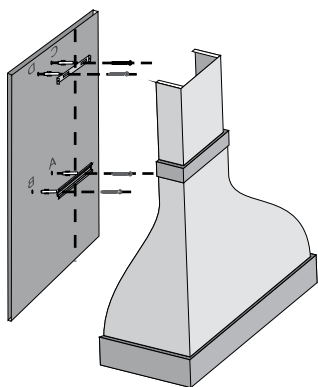
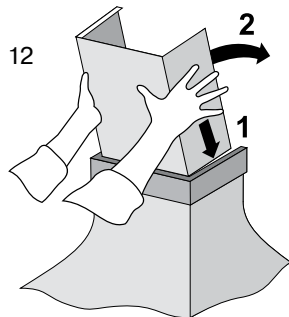

Рис. 12
Рис. 13
3. Ослабьте винты (**G**) с тыльной стороны вытяжки (см. рис. 11), фиксирующие крепежные крючки. Поднимите крепежные крючки, с помощью которых вытяжка подвешивается на планку (**A**, **B**), в крайнее верхнее положение. Установите сверху на вытяжку декоративный короб воздуховода (см. рис. 12) и подвесьте ее на планку (**A**, **B**), воспользовавшись для этого крепежными крючками (см. рис. 13).